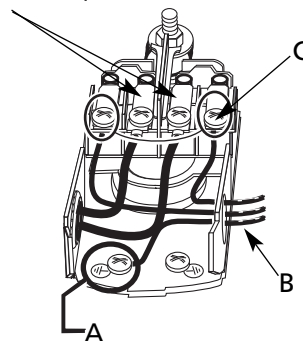

Figura 14 – Voltaje Establecido en 230 Voltios, Con Cuadrante
1. Conecte primero el conductor de tierra como se muestra en la Figura 14. El conductor de tierra debe ser un alambre de cobre sólido al menos de igual longitud que los conductores de suministro eléctrico.
- Conecte los conductores de suministro eléctrico al presostato según se indica en la Figura 14.